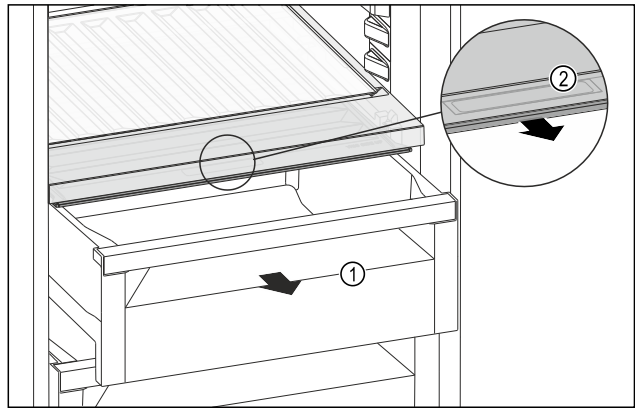

Fig. 97
▶ Schubfach Fig. 97 (1) herausziehen.
▶ Griffmulde Fig. 97 (2) am Fachdeckel anfassen und Fachdeckel gleichzeitig nach vorne ziehen.